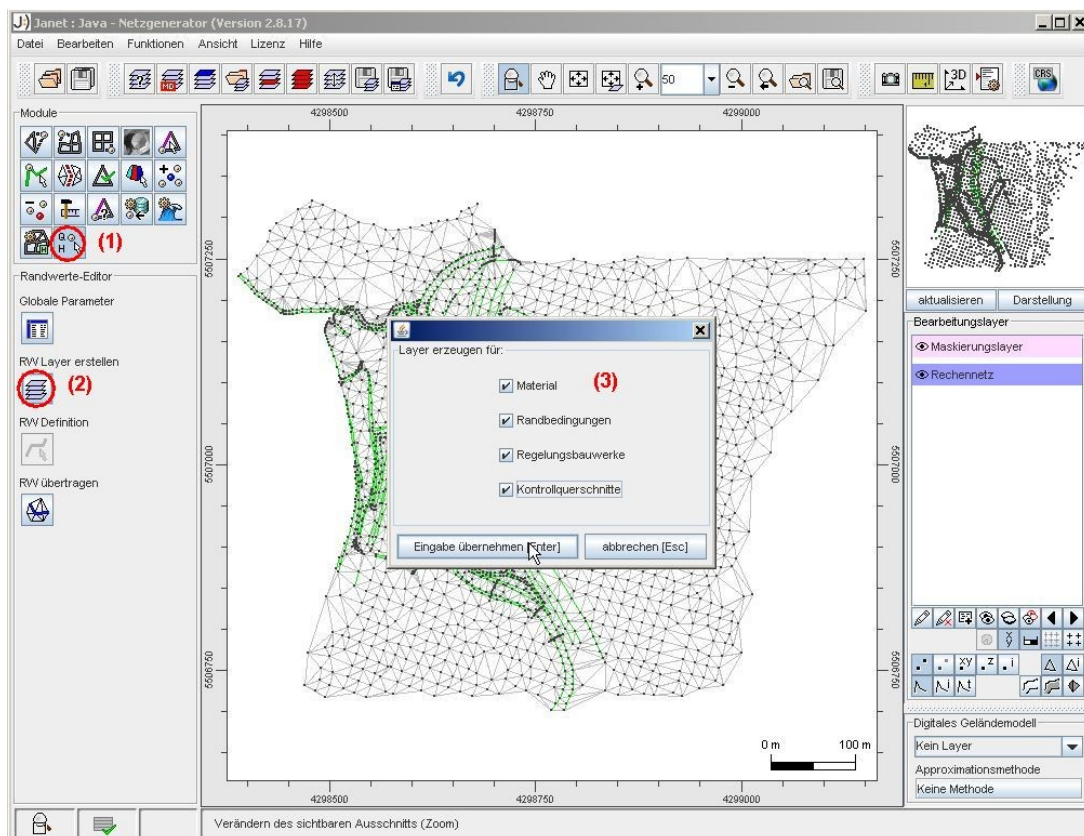

Abbildung 3: Erstellen von Randwerte-Layern.
Im Modul 'Randwerte Editor' (1), erscheint nach Wahl der Funktion 'RW Layer erstellen' (2) ein Dialogfenster. Durch An- und Abwahl der Checkboxen wird festgelegt, für welche Art von Randwerten ein neuer Layer erzeugt werden soll (3) (vgl. Abbildung 3).